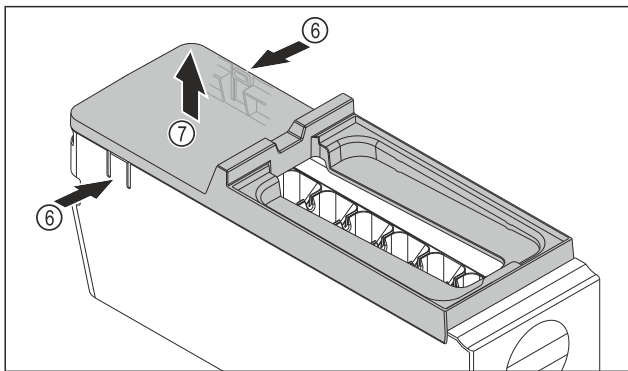

Fig. 137
- ▶ Retirer le couvercle du corps de l'EasyTwist-Ice : D'une main, pousser les languettes Fig. 137 (6) des deux côtés du corps de l'EasyTwist-Ice.
- ▶ De l'autre main, retirer le couvercle Fig. 137 (7) vers le haut.